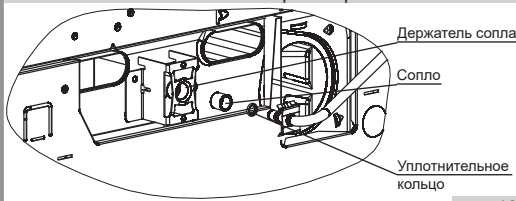

рис. 16
■ Для замены сопла горелки гриля или горелки пода (см. рис. 16, 17) необходимо отвинтить два винта крепления скобы держателя сопла, вытянуть скобу с соплом из горелки (на себя). Отверткой отсоединить крепление от скобы и заменить сопло.